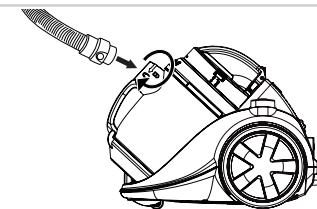

Figura 2
1. Inserte el conector en el pantalón como la apertura de la unidad e motor y gire hacia la derecha. Para eliminar los pantalones tire del conector de la abertura, ver Figura 2